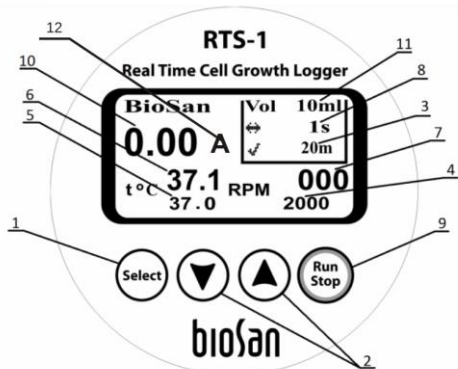

Fig.2 Pannello di controllo
- Impostare sul display i parametri di volume dell'acqua distillata (fig. 2/11);
- Premere il tasto **Run Stop** [avvio arresto] (fig. 2/9) (il dispositivo avvierà il ciclo di misurazione DO accelerando la velocità fino a 2000 rpm);
- 5.4 Premere il tasto **Select** [seleziona] (fig. 2/1) per selezionare il parametro che si desidera modificare (il parametro attivo lampeggia).
- 5.5 Utilizzare i tasti ▲ and ▼ (fig. 2/2) per impostare i valori necessari (se si tiene premuto il tasto per più di 2 secondi, il parametro cambia più velocemente).
- 5.6 È possibile impostare parametri quali tempo tra misurazioni della densità ottica (fig. 2/3), velocità di rotazione (fig. 2/4), temperatura (fig. 2/5), tempo tra rotazioni invertite (fig. 2/8), volume operativo (fig. 2/11). I valori effettivi di temperatura e velocità sono visualizzati sul display (fig. 2/6 e fig. 2/7).
- 5.7 Premere il tasto **Run Stop** [avvio arresto] (fig. 2/9) per l'avvio e l'arresto dell'operazione.
- 5.8 Premere il tasto **Run Stop** [avvio arresto] (fig. 2/9) per l'arresto dell'operazione.
L'arresto dell'operazione non interromperà il processo di riscaldamento. Per interrompere il processo di riscaldamento è necessario diminuire manualmente la temperatura impostata finché non compare l'indicazione "off" (fig. 2/5).